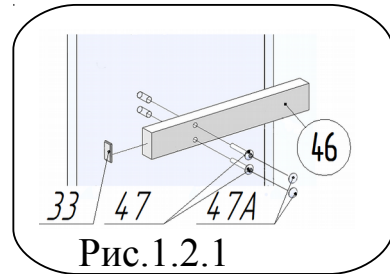
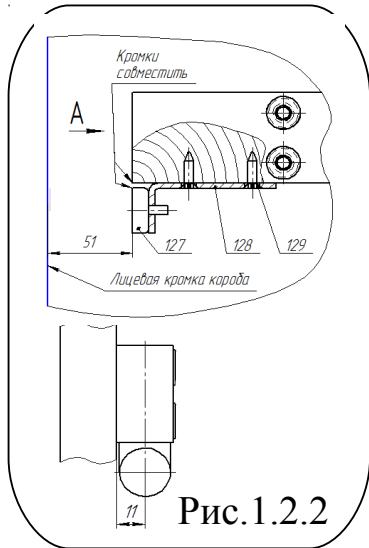
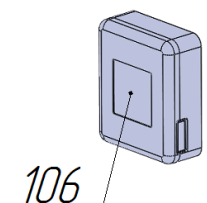
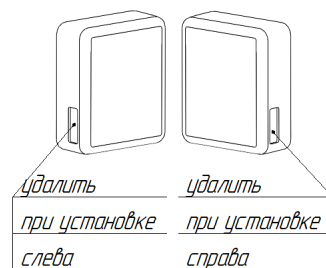

Рис.1.2.1
Рис.1.2.2
Рис.11.1
Рис.11.2
Присоединить к панели поз.41 упор поз.46, используя винты М6х30 поз.47 (рис.1.2.1). Установить на винты заглушки поз.47А (рис.1.2.1). Присоединить к держателю поз. 128 магнит поз.127, завинтив магнит до упора (рис.1.2.2). Присоединить полученную сборку к упору поз.46, используя шурупы поз.129, в соответствии с рисунком. Обеспечить расстояние от плоскости магнита до лицевой кромки короба 51мм (рис.1.2.2). Произвести подтяжку всех крепёжных элементов.
16. Опробовать работу механизма после сборки изделия. Поднять раму кровати в вертикальное положение, нажать на раму в области механизма фиксации поз.105 до щелчка. Механизм должен защёлкнуться и надёжно удерживать раму в этом положении. При повторном нажатии до упора в области расположения механизма поз.105, рама должна перейти в приоткрытое положение. В случае отсутствия срабатывания механизма, проверить правильность стыковки узла, присоединённого к раме и узла, присоединённого к коробу. Проверить и при необходимости повторить регулировки в соответствии с п.8 и п.13 данной инструкции. Повторить проверку работоспособности. После успешного завершения регулировок нажатием удалить заглушку бокового отверстия на кожухе поз.106 с надписью «правый», если механизм фиксации поз.105 установлен на правой боковине короба (рис.11.2). Соответственно, удалить заглушку с надписью «левый», если механизм на левой боковине короба. Надеть на механизм фиксации поз.105 кожух поз.106 (рис.11.1). Вращением отрегулировать положение магнита поз.127 до обеспечения уверенной фиксации рамы в вертикальном положении (рис. 1.2.2).